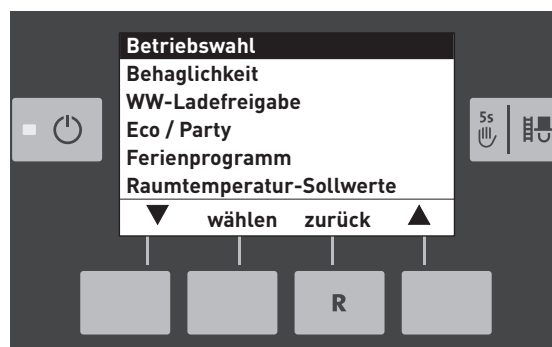

Fig.23
- ▶ "Betriebswahl" auswählen – Fig. 23.